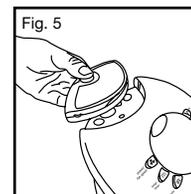

Fig. 5
- Coloque el mando a distancia en el soporte empotrado ubicado en la parte superior del ventilador (Fig. 5).